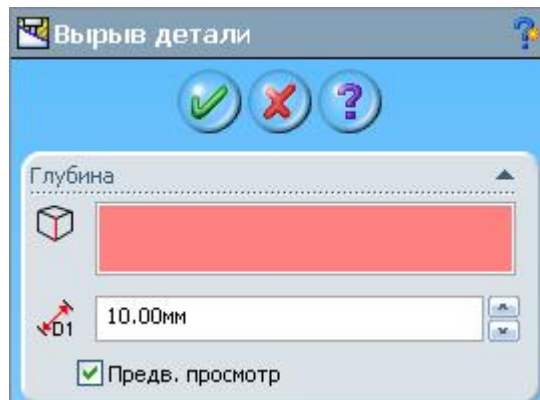

Рис. 24
1. Создадим на **Чертежном виде 2** (виде сверху) вырыв для показа отверстия. Нажмите кнопку **Вырыв детали**  панели инструментов «Чертеж» (рис. 24). Система при этом автоматически